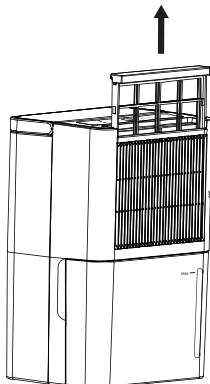

Abb. 6
- ◆ Het luchtfILTER **3** bevindt zich achter het luchtinlaatstrooster **2**. Pak met de vingers het greeplak van het luchtfILTER **3** vast en trek het luchtfILTER omhoog uit het apparaat (zie afb. 6).